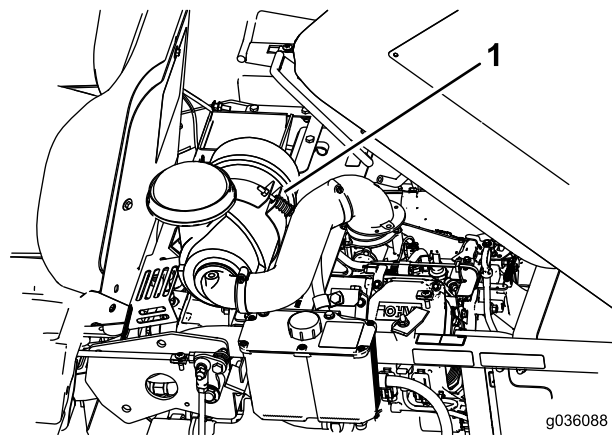

Figure 36
3. Pour accéder au verrou inférieur, retirez le boulon, ouvrez le collier et soulevez le filtre à air (Figure 36).
- Placez le filtre à air dans le collier et fixez-le à l'aide du boulon retiré précédemment (Figure 36).